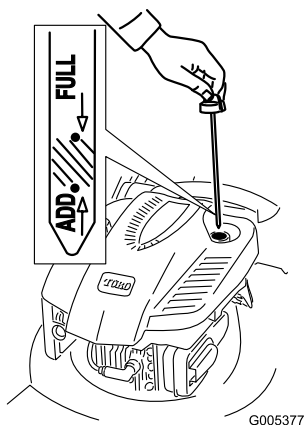

Рисунок 6
1. Извлеките масломерный щуп (Рисунок 6).
2. Медленно заливайте масло в маслозаливной патрубок до соответствующей отметки **Full (ЗАПОЛНЕНО)** на масломерном щупе (Рисунок 6). **Не допускайте переполнения картера.** (Макс. объем масла: 0,59 л, тип: автомобильное моющее масло, имеющее классификацию API 30: SF, SG, SH, SJ, SL и выше.)
1. Выньте щуп для измерения уровня, вытрите его, и затем вставьте на полную глубину (Рисунок 6).
2. Выньте щуп и проверьте уровень масла (Рисунок 6). Если уровень масла ниже отметки **Add (ДОЛИТЬ)** на масломерном щупе, медленно заливайте масло в маслозаливной патрубок, чтобы поднять уровень масла до метки **Full (ЗАПОЛНЕНО)** на масломерном щупе. **Не допускайте переполнения картера.** (Макс. объем масла: 0,59 л, тип: автомобильное моющее масло, имеющее классификацию API 30: SF, SG, SH, SJ, SL и выше.)